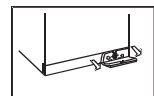

Abb. 1
- 1). Die untere Dekorplatte durch Drücken herausspringen lassen (Abb. 1);